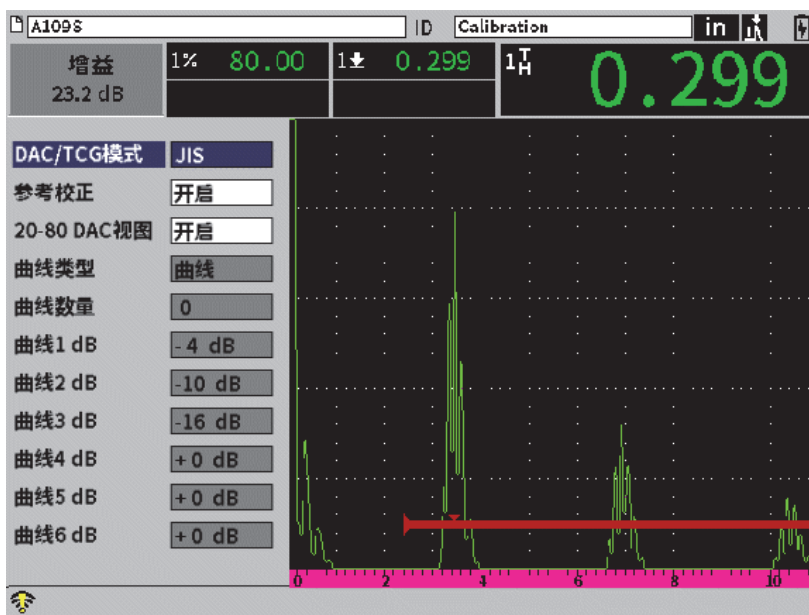

图 11-15 JIS模式
2. 在DAC/TCG对话框中，转动调节旋钮，将**DAC/TCG模式**设置为**JIS**（参见第180页的图 11-15）。